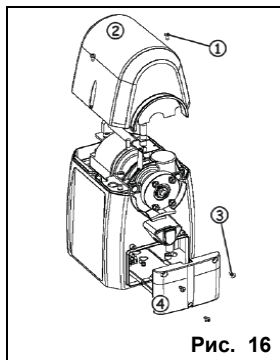

Рис. 16
1. Снять верхнюю крышку (рис. 16, поз. 2), выкрутив винты (рис. 16, поз. 1).
2. Выкрутить три винта (рис. 16, поз. 3), фиксирующих крышку (рис. 16, поз. 4).